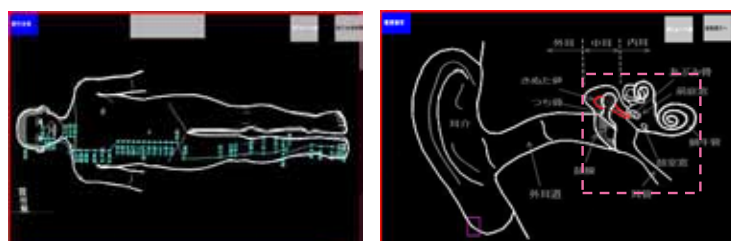

図2 しんきゅう経穴と聴覚器官の教材の例
実験では、表1に示す評価項目①～③について、音声説明あるいは凹凸提示と比較した局所振動提示および力覚誘導提示の効果の度合いを主観評価で求めました。被験者は視覚障がいのある学生10名です。評価に用いた教材は、図2のしんきゅう経穴図と聴覚器官の点線部を拡大した図です。